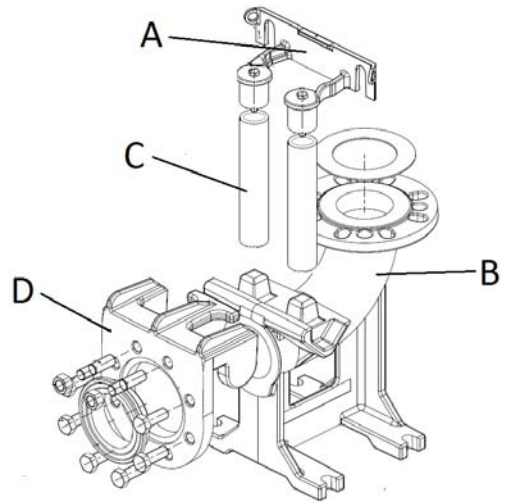

Fig. 5
- Fissare la staffa di ancoraggio tubi (fig. 5 - pos. A) di guida al bordo della vasca.
- Posizionare sul fondo del pozzetto il piede di sostegno per l'accoppiamento automatico (fig. 5 - pos. B) e controllare, tramite un filo a piombo, che le sporgenze coniche per l'innesto dei tubi guida siano perfettamente perpendicolari alle corrispondenti sporgenze della staffa di ancoraggio del bordo vasca. Verificarne anche la planarità a mezzo di una livella a bolla d'aria.
- Contrassegnare la posizione delle asole presenti sul piede di sostegno, quindi rilevare l'esatta lunghezza dei tubi di guida (fig. 5 - pos. C).
- Montare la flangia speciale (fig. 5 - pos. D) a slitta sulla bocca di mandata della pompa e agganciare la fune o catena alla maniglia o asola sulla parte superiore del corpo.